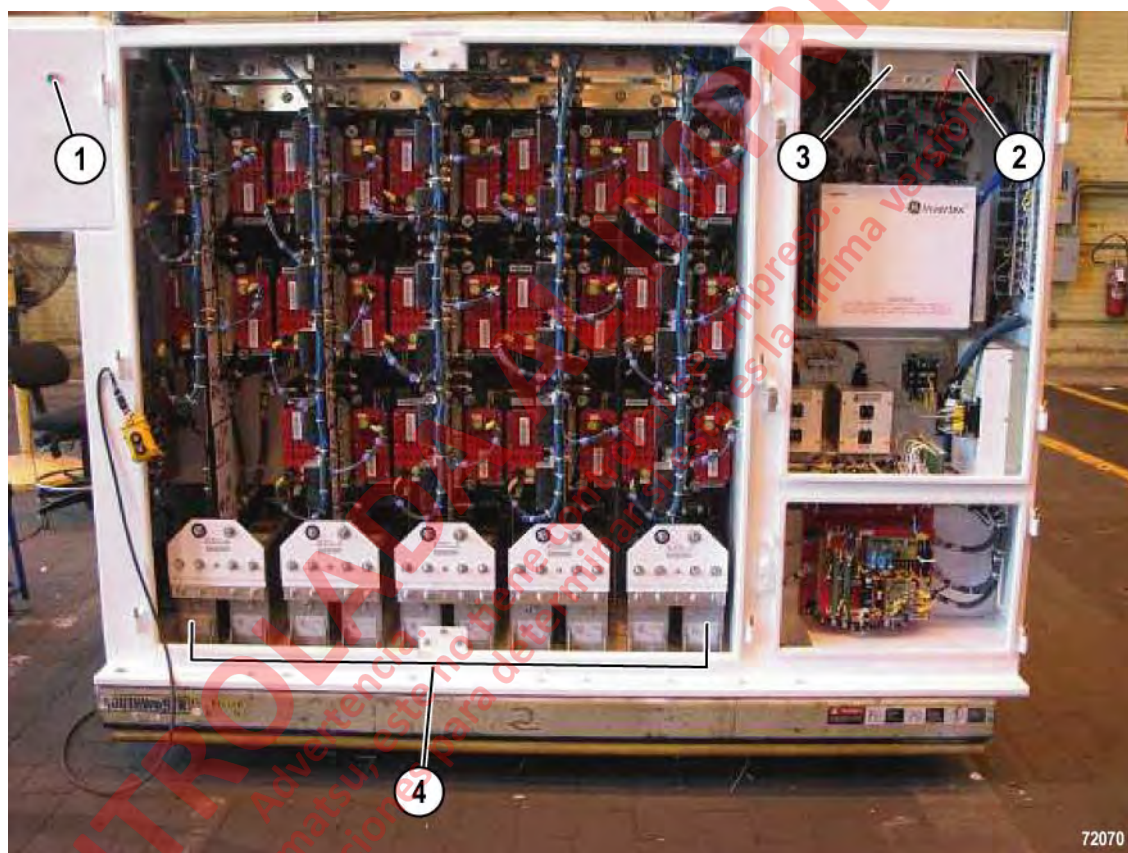

FIGURA 3-6. LUCES DE CARGA DEL CONDENSADOR
4. Observe ambas luces de carga del condensador (CCL1, CCL2). CCL1 se encuentra en el exterior de la caja del contactor. CCL2 está en el panel de interruptores dentro del área de bajo voltaje. Las luces permanecerán encendidas siempre que el voltaje en el enlace DC sea mayor que 50 VDC. Consulte la Figura 3-6.